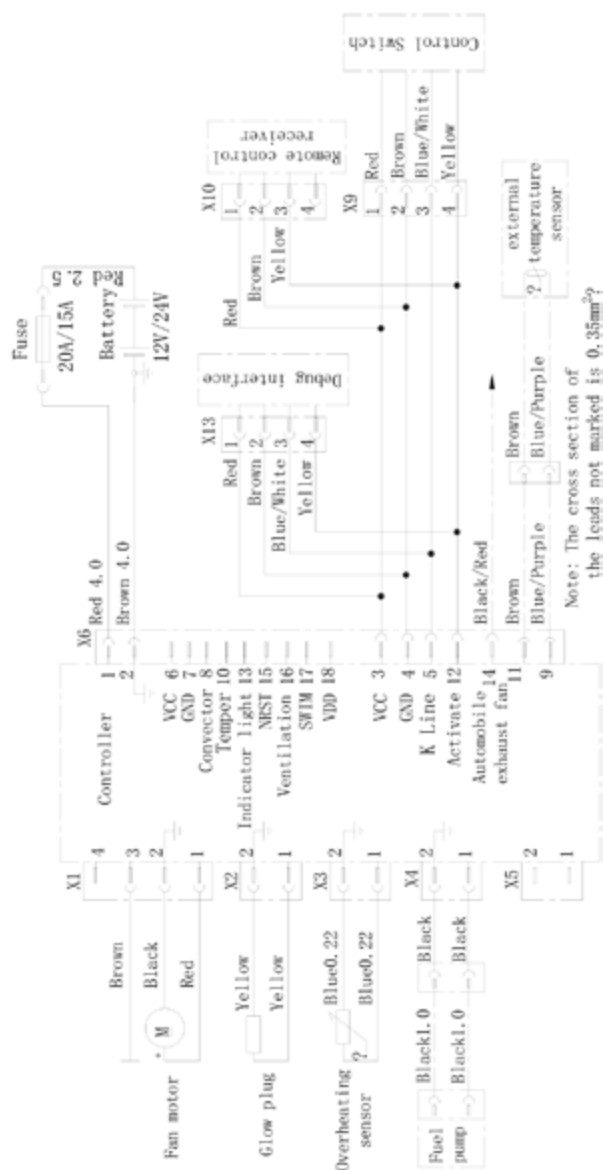

Fig. 41
- ☐ Los diagramas de cableado del calentador se muestran en la Fig. 41 (página 120) y en la Fig. 42 (página 121).